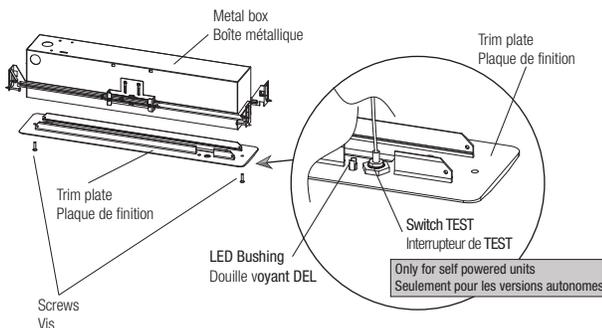

Fig. 1
1. Remove the unit from the metal box if the unit and metal box comes assembled. Unscrew the 2 screws of the trim plate (Fig. 1). Disconnect the the test switch, remove the LED indicator from the bushing at the trim plate (only for self powered versions) and pull out the unit from the metal box (Fig. 1).
4. Unscrew and remove the trim plate from the metal box, if not already done (Fig. 1).
1. Enlever l'unité de la boîte métallique si l'unité et la boîte métallique sont assemblées. Dévisser les 2 vis de la plaque de finition (Fig. 1). Déconnecter l'interrupteur de test, enlever le voyant DEL de la douille de la plaque de finition (seulement pour les versions autonomes) et retirer l'unité de la boîte métallique (Fig. 1).
4. Dévisser et retirer la plaque de finition de la boîte métallique si ce n'est pas encore fait (Fig. 1).